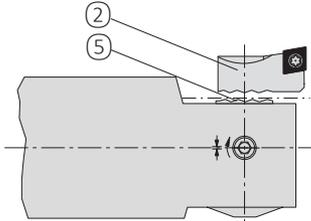

Bild 3
Der Schieber ⑤ ist mit einer Kerbverzahnung versehen, so dass unterschiedliche Plattenhalter ② einfach und schnell befestigt werden können (Bild 3). Anziehdrehmoment für die Senkschraube zur Befestigung des Plattenhalters siehe Technische Daten Seite 7.